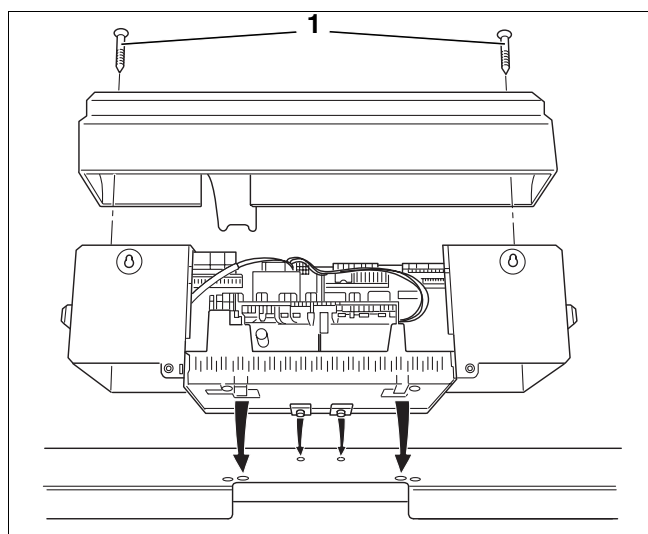

Fig. 23 Montagem do aparelho de regulação Logamatic 4311/4312
- A partir de cima, desaparafuse os dois parafusos de chapa (fig. 23, **item 1**) da cobertura dos terminais e retire a cobertura.
- Coloque o aparelho de regulação de tal maneira que os ganchos de inserção na frente encaixem nos furos ovais, puxe o aparelho de regulação para a frente e vire-o de seguida para trás, até que os dois ganchos elásticos encaixem à direita e à esquerda (setas – fig. 23).
- Coloque a cobertura dos terminais e aparafuse-a com 2 parafusos de chapa (fig. 23).